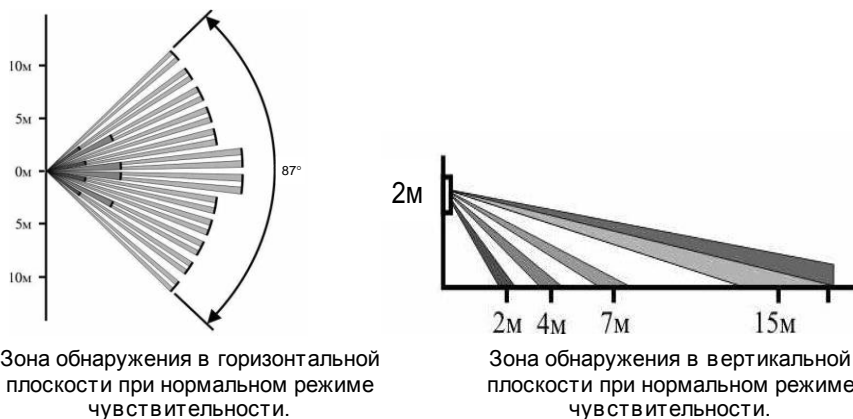

Рисунок 5
4.2. Извещатель измеряет и фиксирует инфракрасное излучение от человека в зоне обнаружения, которая имеет форму сектора радиусом дальней границы не менее 12 м и внутренний угол не менее 87 градусов (см. Рисунок 5).